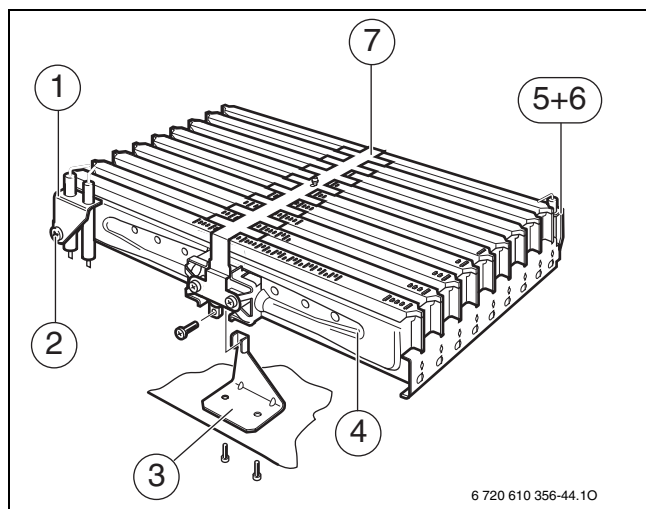

Fig. 34 Grup constructiv arzător
- ▶ Scoateți cu precauție conectorul electrodului de aprindere (1) (→ Fig. 34).
- ▶ Se scoate cu atenție ștecherul de la electrodul de supraveghere a arderii (5).
- ▶ Se deșurubează consola de susținere (3).
- ▶ Se desface piulița olandeză de sub arzător și se scoate cu atenție unitatea constructivă a arzătorului (4).